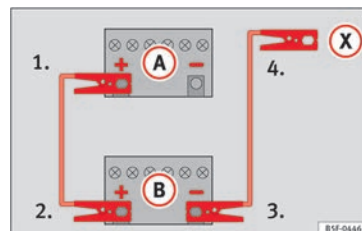

Fig. 67 Schéma de branchement pour les véhicules non équipés du système Start-Stop.
2. Raccordez une extrémité du câble de démarrage *rouge* au pôle positif (+) du véhicule dont la batterie est déchargée (A) » fig. 67.
3. Raccordez l'autre extrémité du câble de démarrage *rouge* à la borne positive (+) du véhicule fournissant le courant (B).
4. *Sur les véhicules sans système Start-Stop* : raccordez une extrémité du câble d'urgence *noir* à la borne négative (-) du véhicule fournissant le courant (B) » fig. 67.